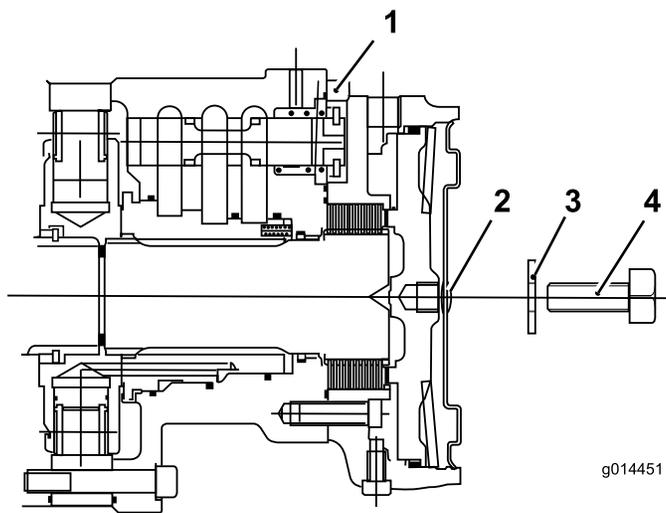

Figure 44
- C. Placez le bouchon hexagonal dans la plaque d'extrémité du moteur (Figure 44).